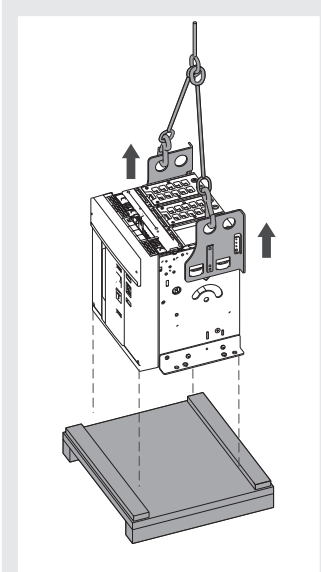
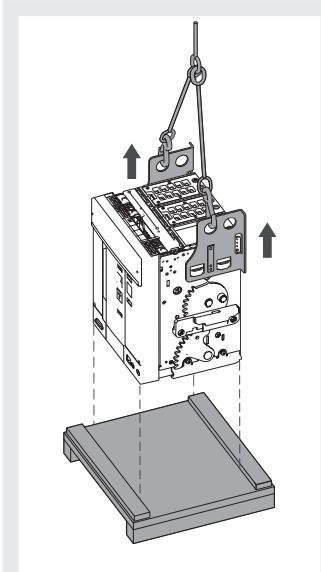

Abbildung 15
Abbildung 16
- Den Leistungsschalter mit Hilfe der Hebeplatten, die gesondert zu erwerben sind, vom Boden der Verpackung abheben. Siehe Abbildung 15 und Abbildung 16.